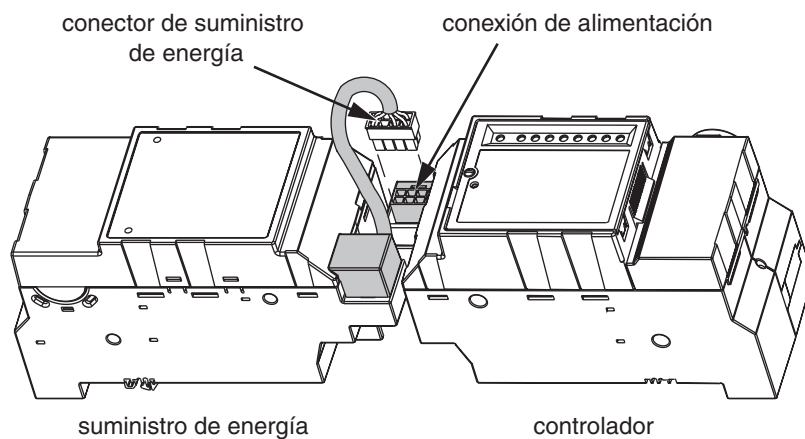

Figura 3: Conexión al controlador
Siga estas instrucciones para conectar el suministro de energía al controlador. La Figura 3 ilustra este proceso.
2. Enchufe el conector del suministro de energía a la conexión de alimentación del controlador (vea la Figura 3).